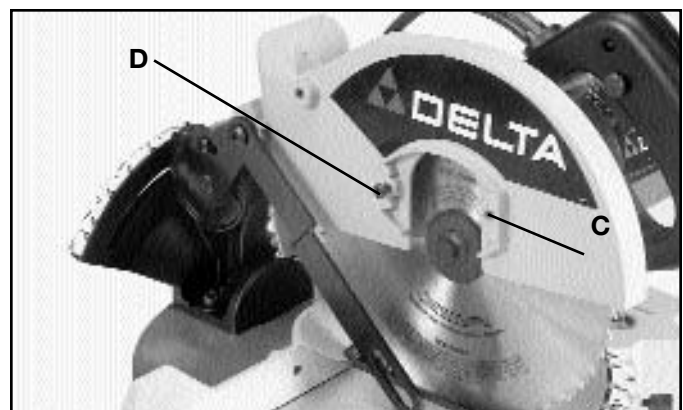

Fig. 6
2. Afloje el tornillo (D) Fig. 6 y quite el tornillo (C).